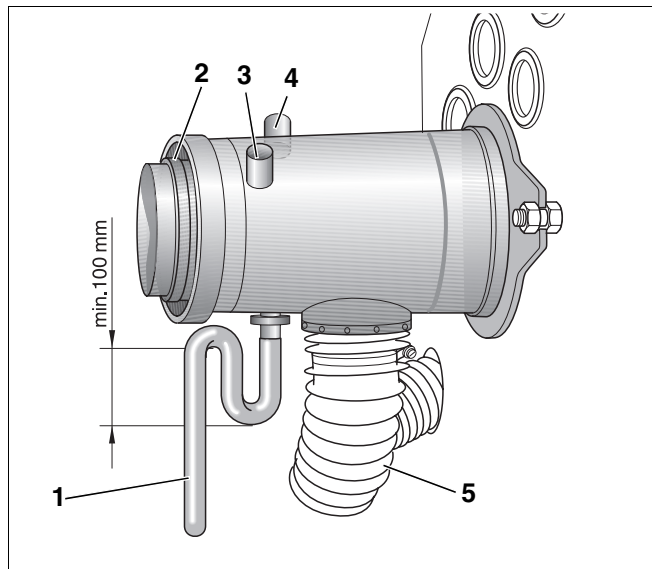
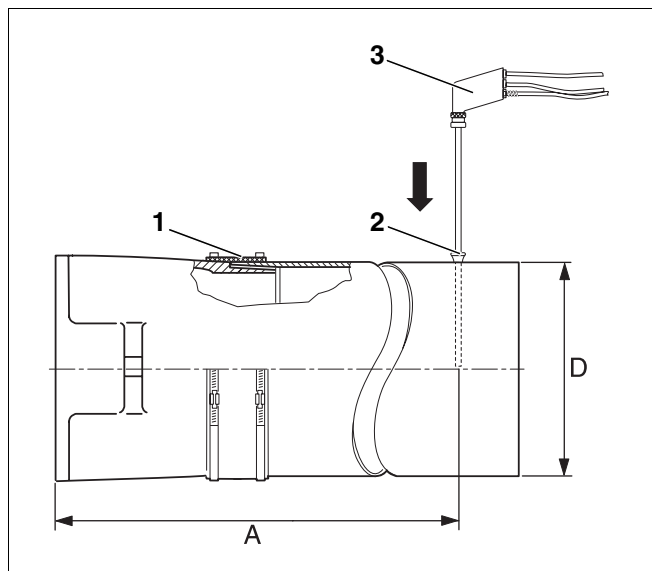

Рис. 21 Соединительный штуцер концентрической дымовой трубы
Рис. 22 Проведение замеров
Замеры осуществляются только на присоединительном участке дымовой трубы (рис. 22) или на штуцере концентрической дымовой трубы (рис. 21).
Отверстие для замеров (муфта; рис. 22, поз. 2) должно находиться на расстоянии "А" (примерно 2 диаметра дымовой трубы "D") от патрубка дымовых газов (рис. 22). Если сразу после отопительного котла установлено колено для соединения с системой отвода дымовых газов, то замеры нужно производить до этого колена.
Мы рекомендуем установить уплотнительную манжету (рис. 22, поз. 1) для соединения котла с дымовой трубой.
- Опустить измерительный зонд (рис. 22, поз. 3, стр. 22) в центр потока (середина трубы), здесь дымовые газы имеют наивысшую температуру.